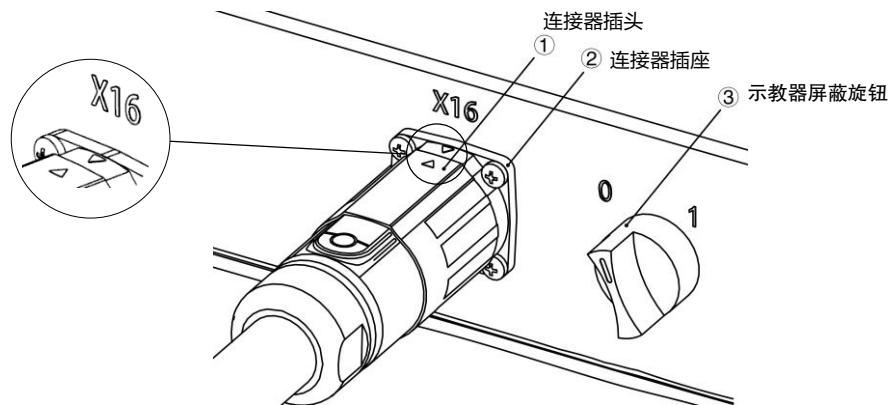

图 2-3 示教器连接接口
示教器采用快插式连接器连接（见图 2-3 中的 X16）。
**步骤 1** 将示教器屏蔽旋钮③旋至 1 档，以使能示教器功能。
**步骤 2** 将连接器插头①的三角符号与连接器插座②的三角符号对齐（如图 2-3 的局部放大图），推入连接器插头①，并顺时针旋转 45°，使其与连接器插座②卡紧。